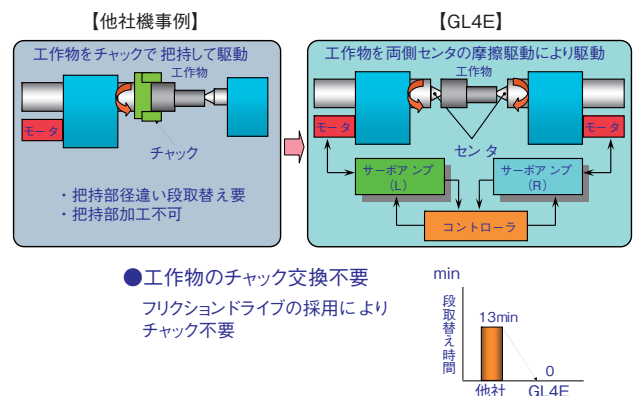

図 3 両側駆動主軸台
- (2) 駆動金具やチャックが不要で、多種工作物研削の工作物変更の際、それらの交換段取り時間が不要となる (図 3)。